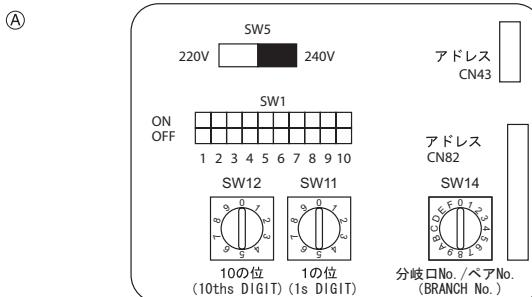

Fig. 5-5
- Клеммная колодка для наружного коммуникационного кабеля (M1(A), M2(B), (S))
5.5. Установка адресов (Fig. 5-5)